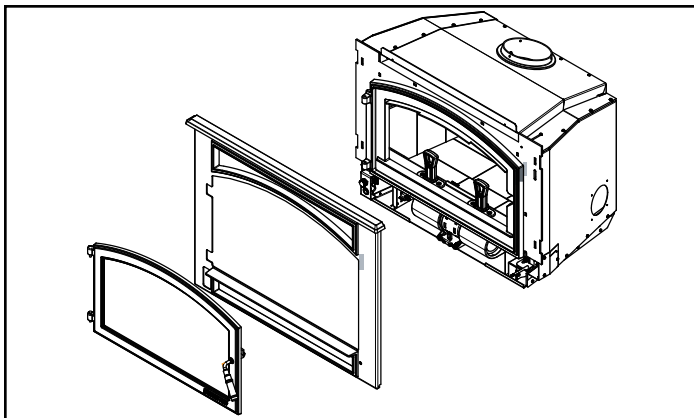

Figure 22.1
2. Enlevez la porte avec la vitre cassée en la soulevant et en la décrochant des charnières; mettez-la de côté (Figure 22.1).
3. Enlevez la partie avant en la soulevant et la tirant de l'appareil; mettez-la de côté (Figure 22.1)